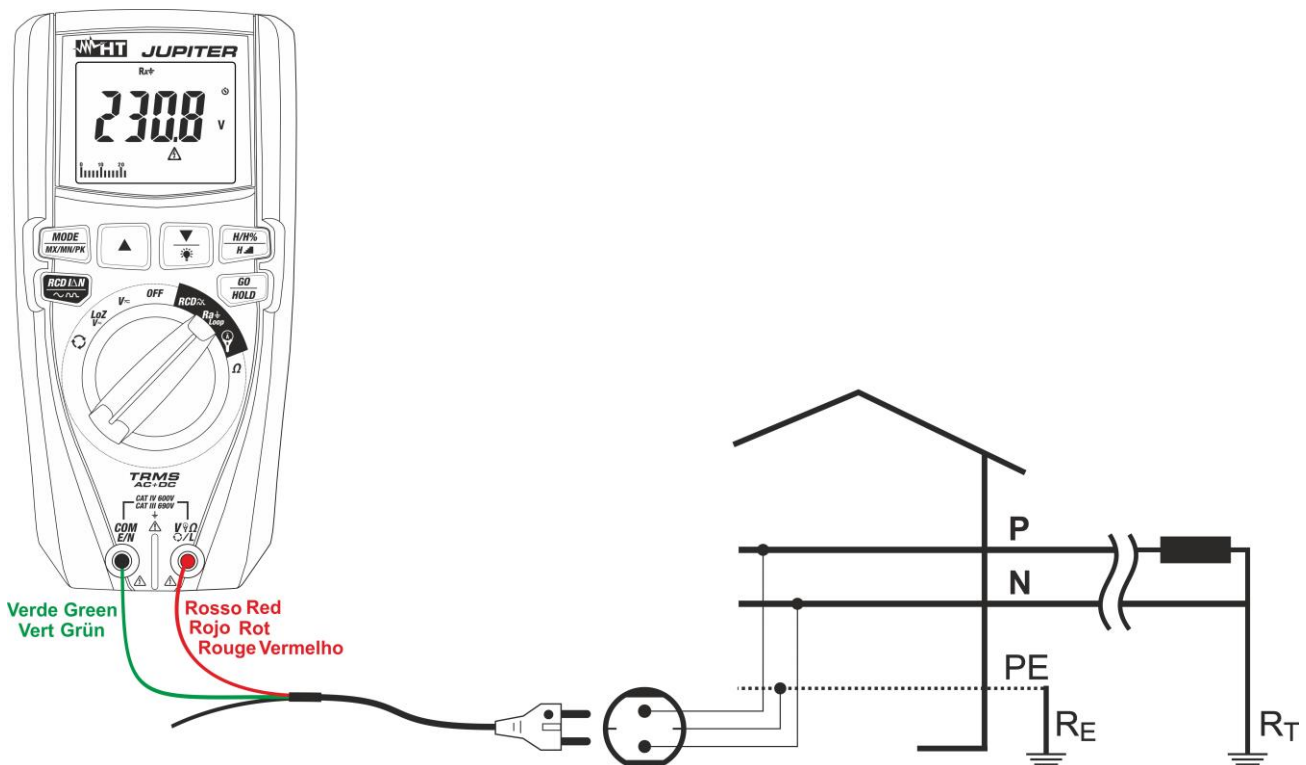

Fig. 23: Uso dello strumento per misura impedenza Loop L-PE con cavo a spina Schuko
5. **Per misura di Loop L-PE** in caso di uso del cavo con spina shuko inserire il conduttore rosso nel terminale di ingresso **VΩ/L** e il conduttore verde nel terminale di ingresso **COM/E/N** e collegare lo strumento all'impianto in esame (vedere Fig. 23). Il valore della tensione Fase-Terra è mostrato a display